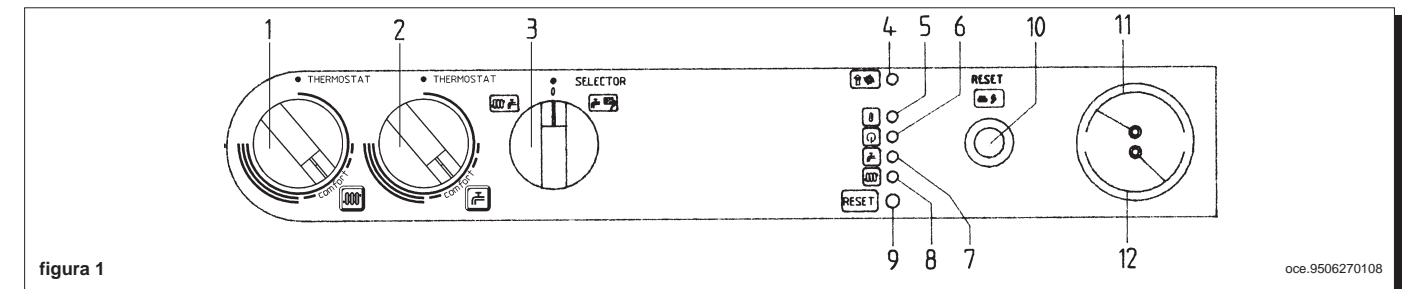

figura 1
Importante: Per abilitare le funzioni del telecontrollo è necessario che il selettore (3) di figura 1 sia posizionato in ESTATE (☱). In tale caso le spie di funzionamento caldaia (7 e 8 figura 3) lampeggeranno in caso di richiesta calore rispettivamente in riscaldamento o sanitario. I dispositivi per la regolazione delle temperature (1 e 2 di figura 1) non sono abilitati.